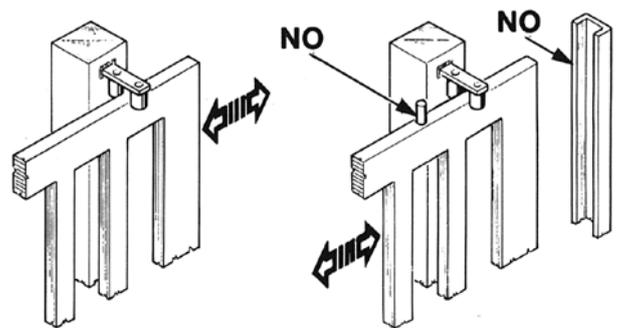

FIG. 3
- Les poteaux du portail doivent avoir des glissières anti-déraillement sur la partie supérieure (Fig. 3), afin d'éviter tout décrochage accidentel.
**Note:** Éliminer les arrêts mécaniques du type indiqué, décrit dans la Fig. 3. Il ne devra y avoir aucun arrêt mécanique au-dessus du portail, étant donné que les arrêts mécaniques ne sont pas suffisamment sûrs.